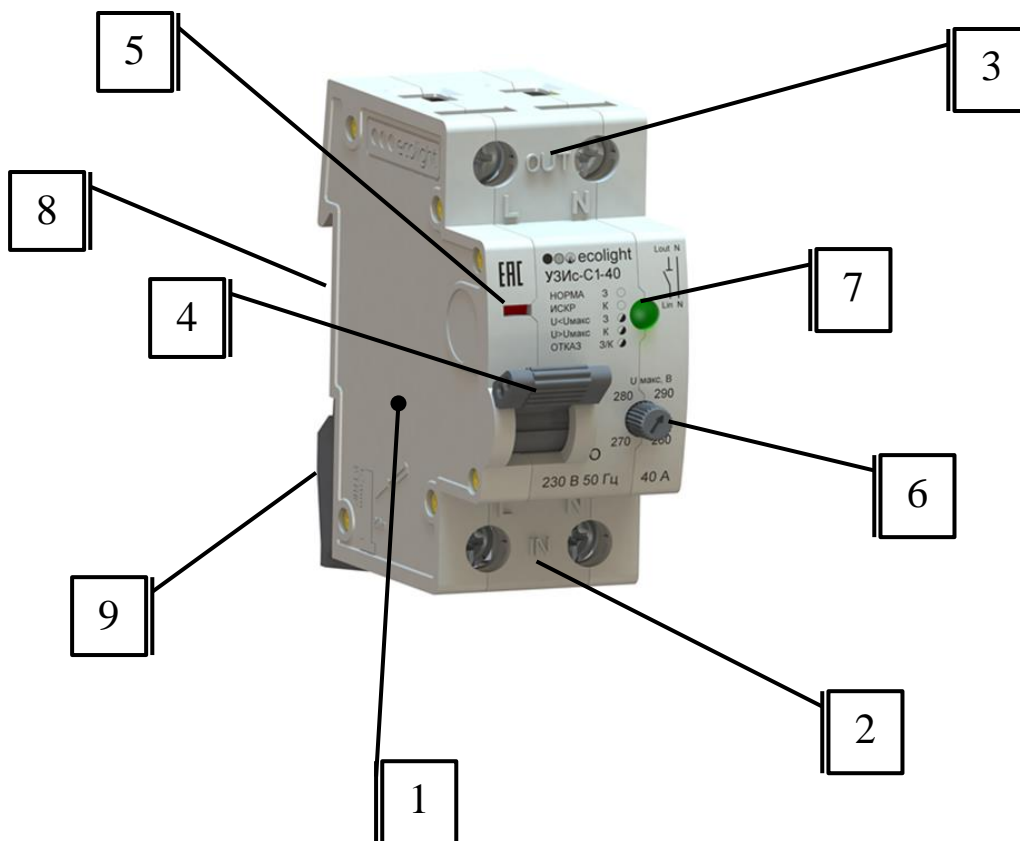

Рис. 1. Устройство защиты от искрения
1.1. Устройство (Рис.1) является неразборным, содержит корпус (1) с винтовыми зажимами входа (2) и выхода (3) линий фазы и нейтрали, внутри корпуса - плату управления и срабатывающий по ее команде механизм свободного расцепления входного и выходного контактов фазной линии. Входной и выходной контакты нейтрали соединены.
3.1.2. Вынуть устройство из упаковки. Осмотреть. Проверить визуально отсутствие механических повреждений. Проверить возможность предусмотренных ручных регулировок, воздействуя на соответствующие переключатели (рис.1). Четырехпозиционный переключатель (6 на рис.1) порогов допустимого напряжения перевести в положение, соответствующее напряжению 260 В (заводская установка).
3.1.3. Расположить устройство вертикально, так как показано на рис.1 – рукоятка ручного управления 4 расположена слева, контактная группа «OUT» располагается сверху.
3.1.4. Отодвинуть защелку 9 (рис.1) вниз. Установить устройство на DIN-рейку. Задвинут защелку 9 вверх. Проверить надежность установки УЗИС на DIN-рейке.
4.2. При помощи четырехпозиционного переключателя (6 на рис.1) задать значение максимально допустимого напряжения в защищаемой сети. Его определяет пользователь. Рекомендуется установить не более 260 В. Значение установленного напряжения, при превышении которого отключается защищаемая сеть, определяется по указательной стрелке переключателя.
О нормальном рабочем состоянии свидетельствует свечение индикаторного светодиода (7 на рис. 1) постоянным зеленым цветом.
4.3. При свечении индикаторного светодиода (7 на рис. 1) другим цветом или при отсутствии свечения (таблица 1) принять меры к установлению нормального режима работы защищаемой электрической цепи. Порядок действий рассмотрен в разделах 8.2 и 8.3 Руководства по эксплуатации РБНС.641242.001 РЭ, которое входит в комплект поставки УЗИС.